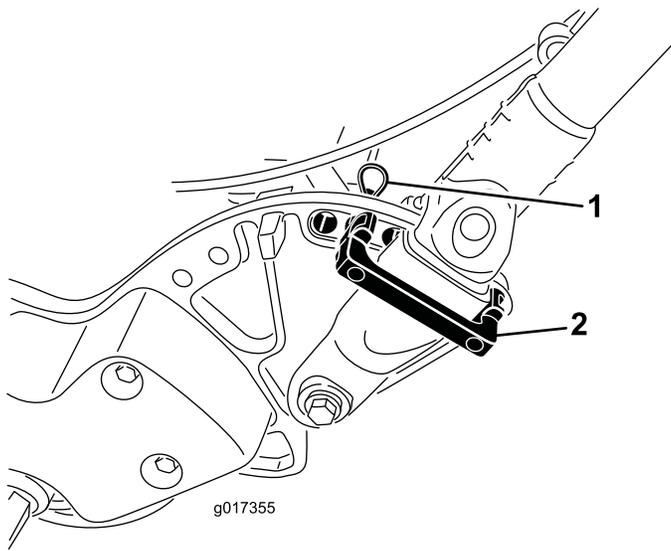

Figure 28
1. Retirez les goupilles fendues des retenues du guidon de chaque côté de la tondeuse (Figure 28).
2. Soutenez le guidon, retirez les goupilles fendues de chaque côté et faites pivoter le le guidon à la position voulue (Figure 28).